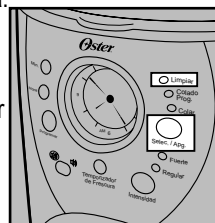

Figura 11
4. Pressione o botão SELEC./APG. até que a luz indicadora vermelha de limpeza LIMPIAR acenda (Figura 11). Para maior comodidade, o ciclo de limpeza é automático. O ciclo completo tomará entre 45 e 60 minutos. Durante o ciclo de limpeza sua cafeteira fará o seguinte: